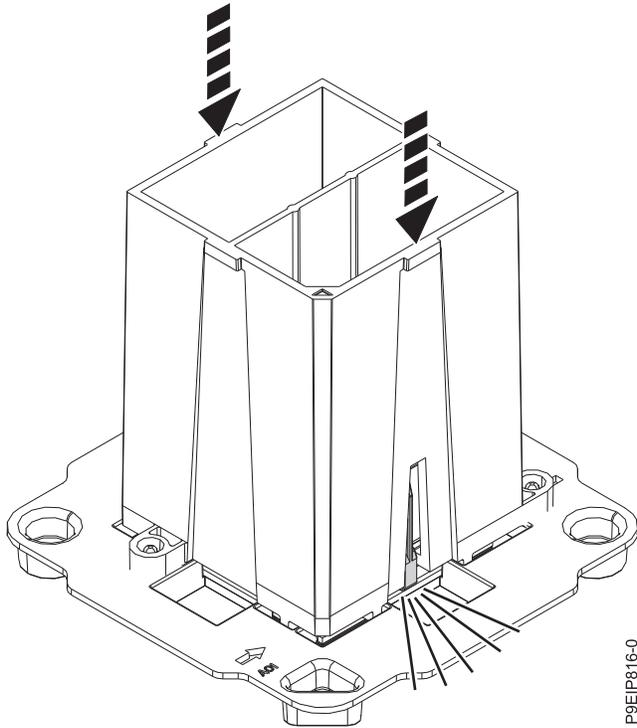

図 62. システム・プロセッサ・モジュールをツールにロック
4. 取り外しツールがシステム・プロセッサ・モジュールの上部に乗った状態で、ツールを押し下げて、システム・プロセッサ・モジュールをツールにロックします (63 ページの図 62 を参照)。